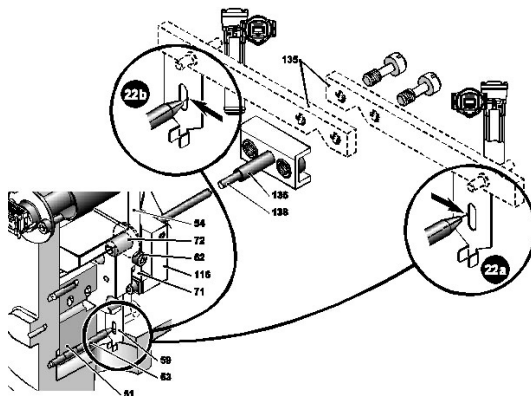

Рис. 25.
9.4 Установка подузла корпуса цифрового преобразователя уровня DLT и торсионной трубки (рис. 25)